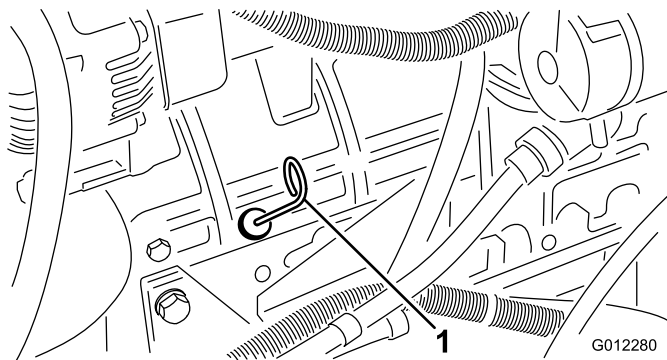

Figure 10
3. Retirez la jauge, essuyez-la sur un chiffon et remettez-la en place (Figure 10).